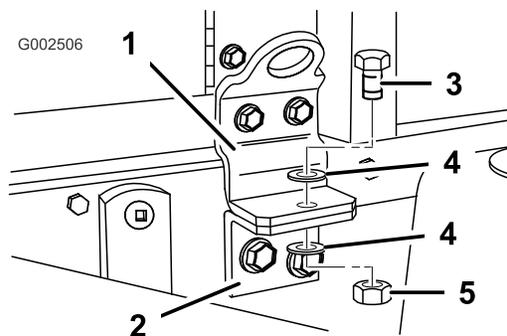

Figure 24
15. Fixez chaque patin de cuve au cadre avec un boulon (1/2 x 1-1/2"), deux rondelles plates (1/2") et un contre-écrou (1/2"), comme illustré à la Figure 24.